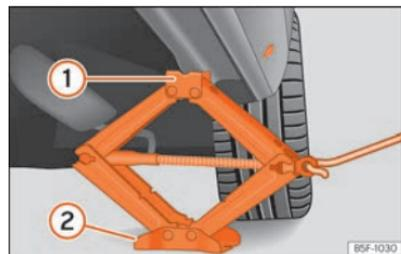

Fig. 199 Larguero: colocación del gato del vehículo.
- Gire la manivela del gato, situado bajo el punto de apoyo del larguero, para elevarlo hasta que la pestaña ① >>> fig. 199 quede situada bajo el alojamiento previsto.
- Alinee el gato de modo que la pestaña ① “agarre” en el alojamiento previsto del larguero y la placa base móvil ② quede apoyada en el suelo. La placa base ② debe caer en la vertical respecto al punto de apoyo ①.